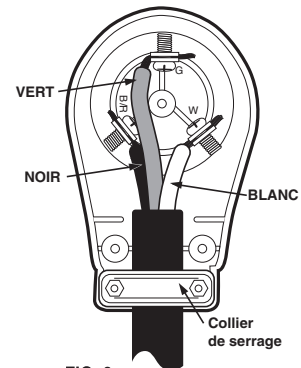

FIG. 2
- Soulever les bornes juste assez pour accéder à la vis et à la plaque de serrage. Insérer le fil entre la borne et la plaque de serrage (Fig. 3). Serrer la vis à 2,82 Nm (25 lb-po) pour bien assujettir le fil métallique. S'assurer que le fil vert se trouve sur le dessus et que les fils noir et blanc se trouvent sous le fil vert. Commencer par le fil vert de mise à la terre. (Fig. 2)
- S'assurer que les fils n'obstruent pas les orifices des vis ou d'autres surfaces de contact (Fig. 2), et remplacer le couvercle en le fixant avec les trois vis prévues à cette fin.